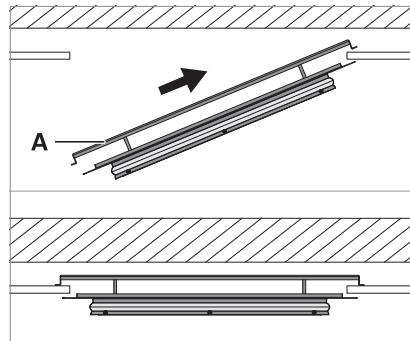

Fig. 2: Leuchtenrahmen in Decke einhängen.
- ▶ Hängen Sie den Leuchtenrahmen mit den zwei Bügeln A in die Decke ein, siehe Fig. 2.